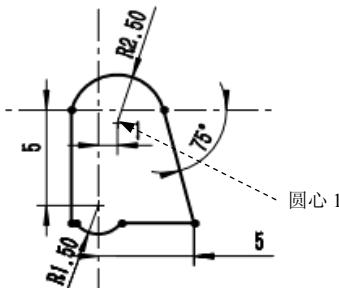

图 7.9 添加几何约束
按住 Ctrl 键，选择图 7.9 所示的圆心 1，系统弹出“属性”对话框，在 **添加几何关系** 区域单击 固定(E) 按钮。添加几何约束后的图形如图 7.9 所示。